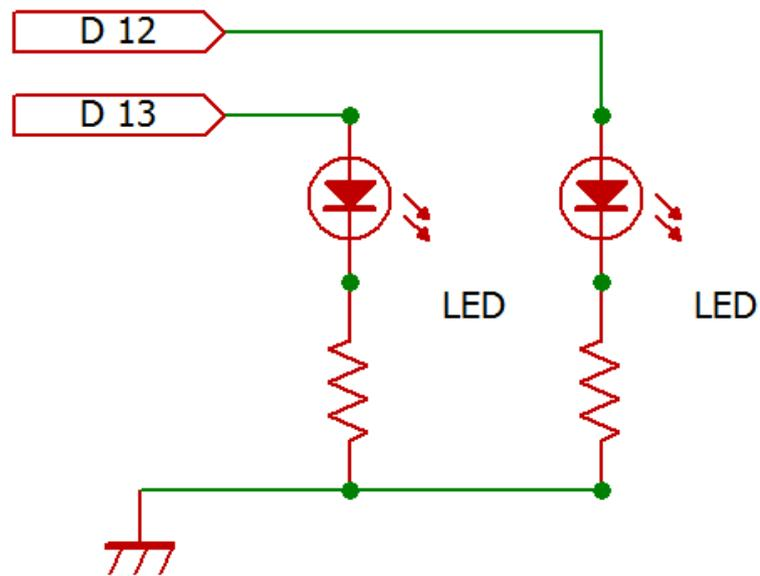

図 5: LED 明るさ制御の回路図
3.1 で組んだ回路と並列に、デジタル入出力の 12 番端子、緑色 LED、150Ω 抵抗、GND 端子の順に組んだ直列回路を追加する (図 5)。